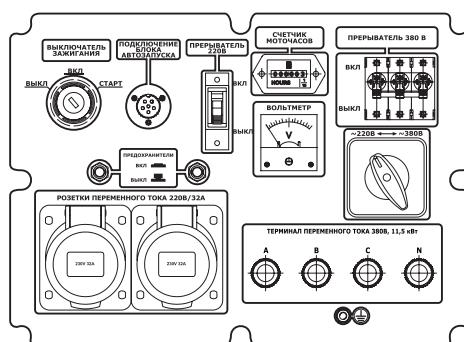

Рис. 19
- Поставьте выключатель автоматического режима в положение «ВыКЛ» (рис. 19).